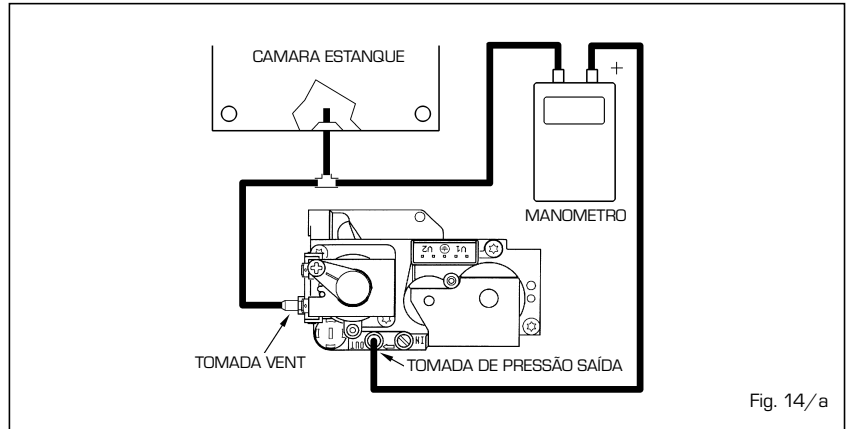

Fig. 14/a
4.2 VÁLVULA GÁS (fig. 14)
- Colegar o manometro diferencial como indicado em fig. 14/a.
- Rodar o parafuso (2) cercando o valor de pressão min. como é indicado na **Tabela 3**:
- **Variar o nível de pressão da acensão (STEP) da valvula de gaz posicionando o sinal do parafuso dependendo do tipo de gaz como é riportado na fig.14.**